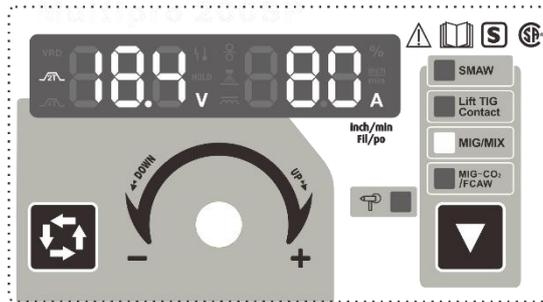

Figure 7 : Données affichées lors d'une opération de soudage en mode MIG
- ⑤ Le panneau affichera ces données lors du prochain redémarrage de l'appareil si les paramètres demeurent inchangés.
- ⑥ La figure 7 montre les données qu'affiche l'appareil durant une opération de soudage. La tension et le courant de soudage sont respectivement de 18.4V et 80A.